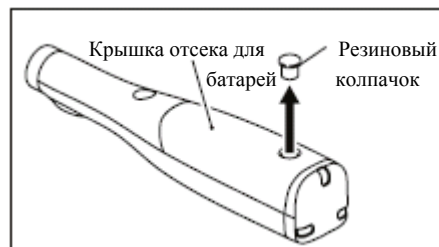

Рис.13
2. Снимите резиновый колпачок с крышки отсека для батарей при помощи тонкой отвертки с плоским лезвием. (Рис.13)